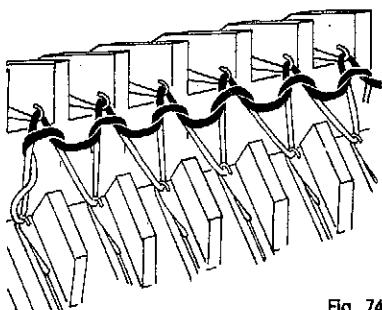

Fig. 74
**2a vuelta:** Tubular cama trasera carro  $\frac{CX}{CX}$ , TP 3, Fig. 74